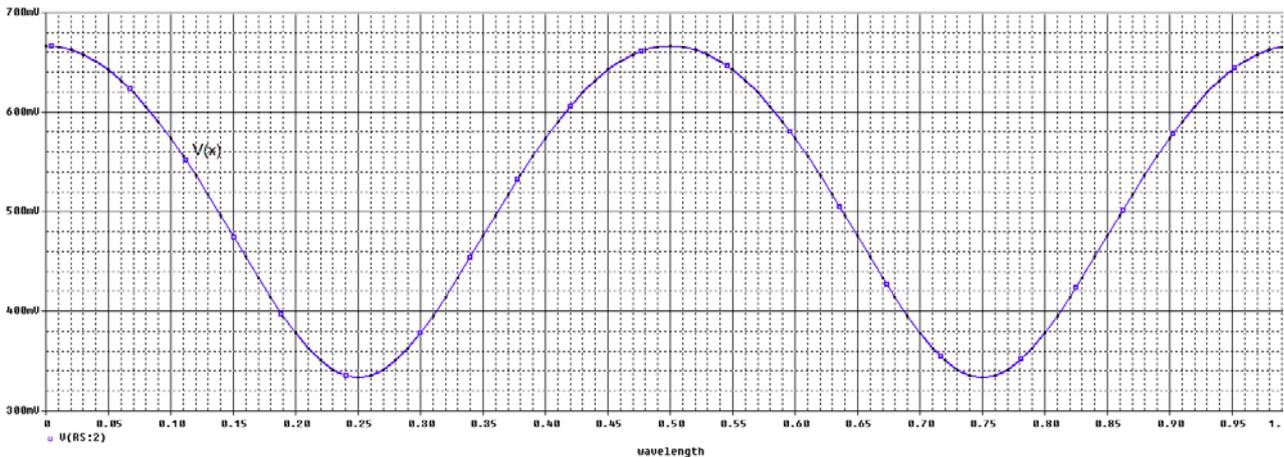

Рис. 11.15. Напряжение в линии с режиме смешанных волн
9. Установите $R_L=150 \text{ Ом}$. В линии будет режим смешанных волн. Так как нагрузка больше волнового сопротивления, в конце линии будет максимум напряжения (рис. 11.15).